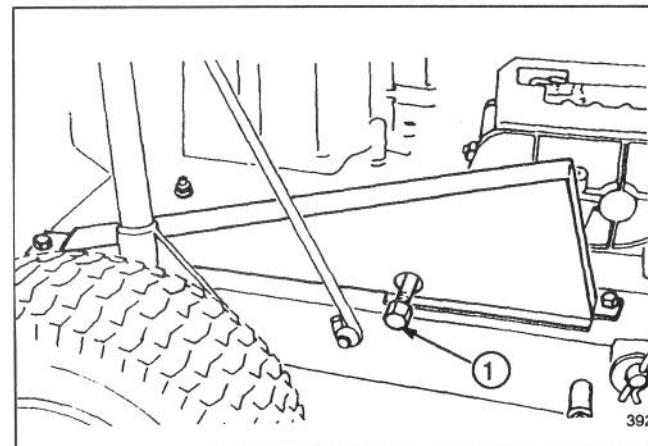

Abbildung 10
5. Die Ablaßschraube entfernen (Abb. 10).